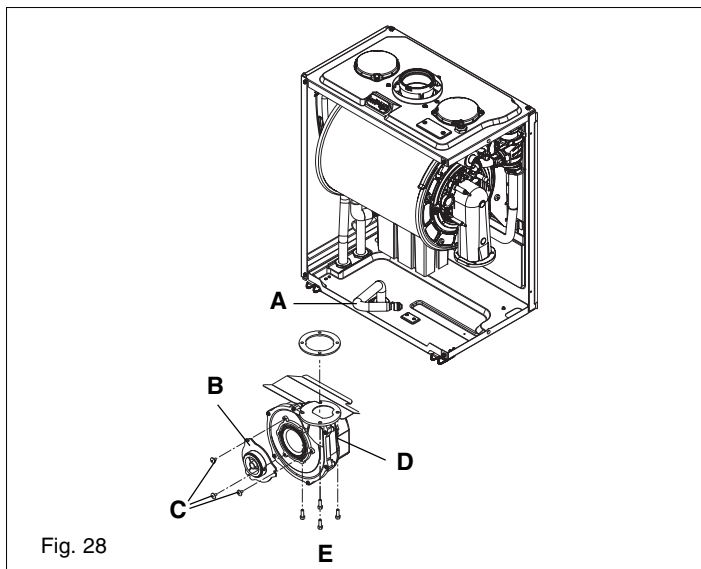

Fig. 28
6.14 FLUE FAN & MIXER (fig. 28)